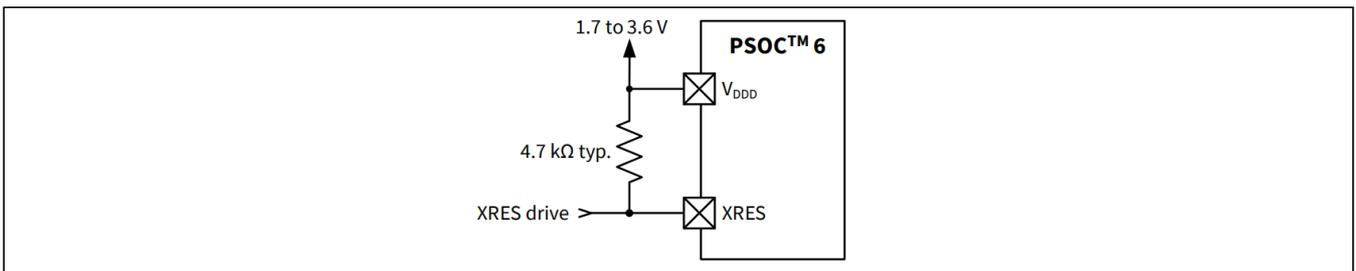

图 5 XRES 连接图
- 外部复位专用引脚 (XRES)，用于通过外部复位源复位器件。XRES 引脚为低电平有效。它可以连接到上拉电阻至  $V_{DD}$ ，也可以连接到有源驱动电路，如图 5 所示。如果使用上拉电阻，请选择其值以最小化引脚拉低时的电流消耗；典型值为 4.7 k $\Omega$ 。